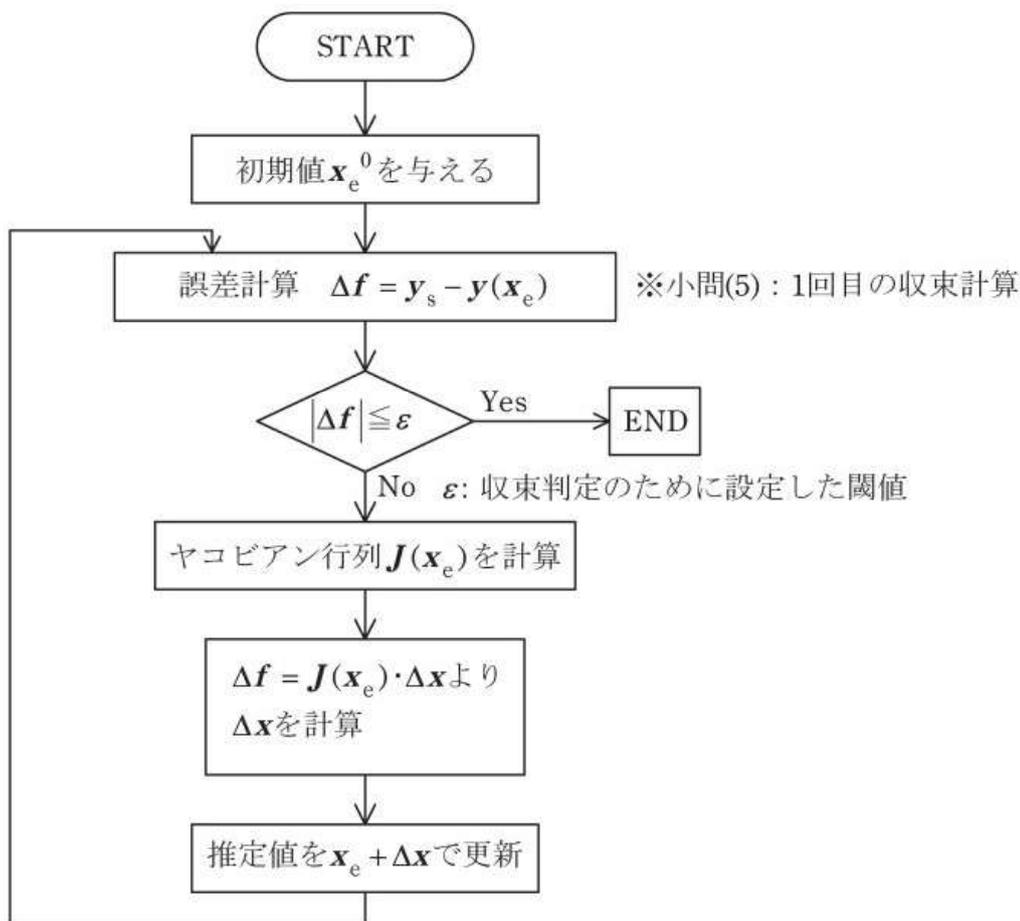

図2
- (3) 各母線の有効電力, 無効電力を電圧の大きさと位相で表す式を電力方程式という。ノードアドミタンス行列の要素を $\dot{Y}_{kl} = G_{kl} + jB_{kl}$ として, P_k, Q_k を $|\dot{V}_k|, |\dot{V}_l|, \theta_k, \theta_l, G_{kl}, B_{kl}$ で表せ。
- (4) 小問(2)の π 型等価回路の線路を考える場合, P_2 に関する電力方程式を $\theta_2, \theta_3, |\dot{V}_3|$ を用いて示せ。なお, 母線1では $\theta_1 = 0, |\dot{V}_1| = 1.0$, 母線2では $P_2 = 0.7, |\dot{V}_2| = 1.05$ とする。
- (5) ニュートン・ラフソン法による潮流計算では, 図2のように変数 x_e の推定値を修正し, 指定値 y_s と計算値 $y(x_e)$ の誤差が十分に小さくなるまで繰り返し計算を行うことで x_e を求めることができる。ここで, 本問において x_e は, $\theta_2, \theta_3, |\dot{V}_3|$ のベクトル, $y(x_e)$ は, x_e によって計算される P_2, P_3, Q_3 のベクトル, y_s は, P_2, P_3, Q_3 の与えられた値のベクトルである。 $\theta_2 = 0, \theta_3 = 0, |\dot{V}_3| = 1.0$ を初期値とした場合, 1回目の収束計算における P_2 の指定値と計算値との誤差を小問(4)の結果を用いて求めよ。